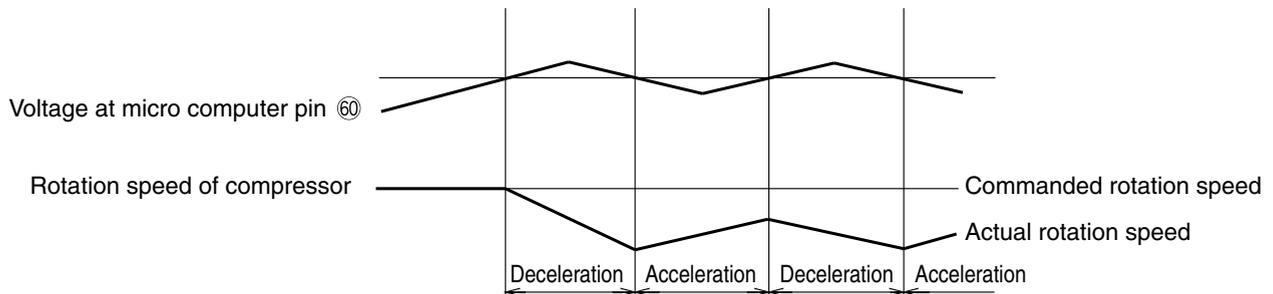

Fig. 7-7
① Circuit de jugement extérieur de la surcharge
- Le filtre, constitué du R245 et C217, élimine les fréquences harmoniques élevées de la tension générée par le courant provenant de la résistance de détection ; R245 et C217 égalisent la tension. Cette tension est ensuite émise en entrée vers la broche IC4 ⑤ et envoyée à la broche du microprocesseur ⑥0 . Le microprocesseur compare cette entrée avec la valeur définie et, si l'entrée dépasse la valeur définie, il passe en état de contrôle de surcharge.
- La Fig. 7-7 représente le contrôle de vitesse de rotation. Lorsque la tension à la broche ⑥0 du microprocesseur dépasse la valeur définie, le microprocesseur réduit la vitesse de rotation du compresseur, ainsi que la charge.